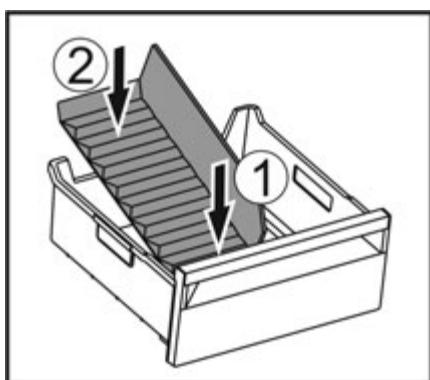

Fig. 100
- Вставити передню частину перегородки відділення для льоду. Fig. 100 (1)
► Опустити задню частину перегородки відділення до дна ящика для кубиків льоду. Fig. 100 (2)